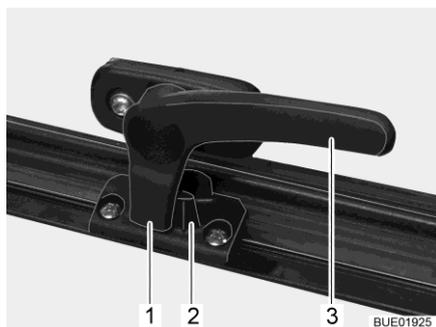

Fig. 12 Leva di serraggio in posizione "Chiuso"
- Ruotare la leva di serraggio (Fig. 12,3) di un quarto di giro verso il centro della finestra.
- Ruotare la leva di serraggio (Fig. 12,3) di un quarto di giro verso il telaio della finestra. Il nasello di chiusura (Fig. 12,1) si trova sul lato interno della chiusura della finestra (Fig. 12,2).
- In posizione "Completamente chiusa" (Fig. 12).